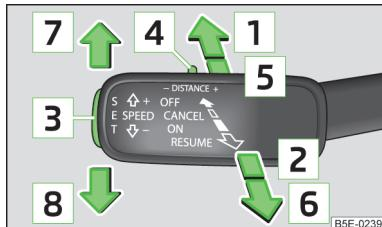

Fig. 138
Detenga el vehículo, pare el motor, limpie el sensor y, en su caso, quite el obstáculo que impide la "visibilidad". Si, después del arranque del motor, la ACC sigue sin estar disponible, empuje la palanca hasta la posición **OFF** » fig. 138 de la página 159. Recurra a la asistencia de un taller especializado.
El manejo y el ajuste de la ACC se realizan con la palanca de mando » fig. 138 de la página 159 o en el Infotainment » *Manual de instrucciones del Infotainment*, capítulo *Configuración del vehículo* (tecla CAR).
Si se ajusta la palanca »fig. 138 desde la posición **OFF** directamente a la posición con resorte **RESUME**, se memoriza la velocidad actual y se inicia la regulación.
La regulación se puede iniciar con la tecla **SET** o ajustando la palanca a la posición con resorte **RESUME** »fig. 138 de la página 159.
► Ajuste la palanca en la posición con resorte **CANCEL** » fig. 138 de la página 159.
El nivel de distancia al vehículo precedente se puede ajustar con la palanca » fig. 138 de la página 159 o en el Infotainment » *Manual de instrucciones del Infotainment*, capítulo *Configuración del vehículo* (tecla **CAR**).
► Ajuste el conmutador **DISTANCE** en la posición con resorte **⊕** o **⊖** » fig. 138 de la página 159.
En tal caso, hay que interrumpir la regulación pisando el acelerador, el pedal de freno o el punto de presión **CANCEL** situado en la palanca de mando »fig. 138 de la página 159.
Se puede interrumpir una aceleración en todo momento pisando el pedal de freno o pulsando el punto de presión **CANCEL** en la palanca de mando » fig. 138 de la página 159.